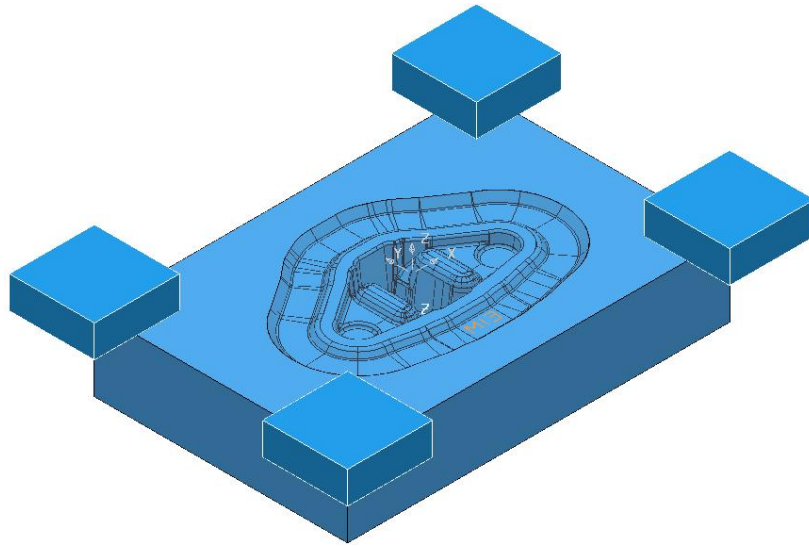

Figura 2.248 Imagen del modelo del proyecto.
- Ajustar la vista CAD del modelo hasta darle un tamaño y orientación necesaria. Asegurarse que ninguna trayectoria esté dibujada y que el modelo esté sombreado (Figura 2.248).